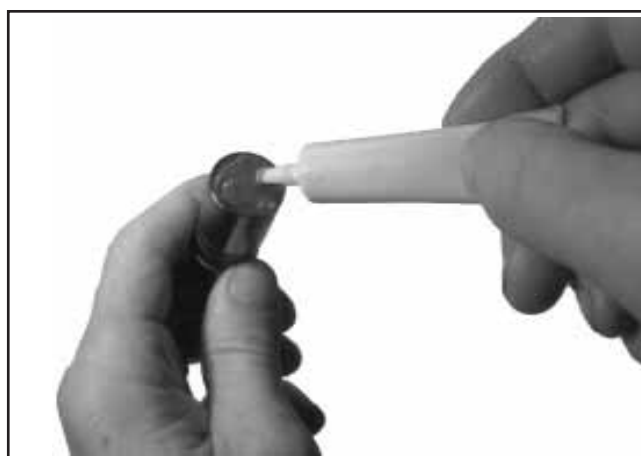

Figure 11-11a. Appliquer le lubrifiant pour arbre à cames au bas des poussoirs.
2. Appliquer du lubrifiant pur arbres à cames (Kohler n° d'art. 25 357 14-S) sur la surface du fond de chaque poussoir. Voir la figure 11-11a. Lubrifier les poussoirs hydrauliques et les trous des poussoirs dans le carter du moteur avec de l'huile moteur.